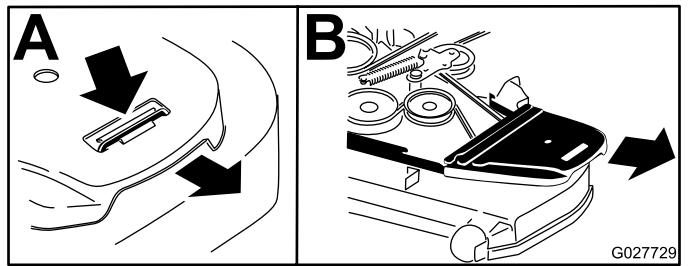

Figure 75
4. Déposez les protège-courroies (Figure 75).